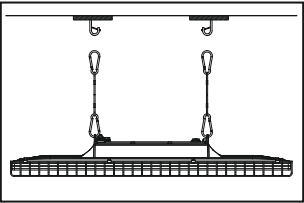

Рис. 1
- 5.11.2 Разместите подвесы из комплекта поставки на корпусе осветительного прибора и надежно затяните винты с помощью шестигранника. Подвесьте светильник (рис. 1). **Внимание!** Подвесы не регулируются, длина подвеса составляет 100 см.